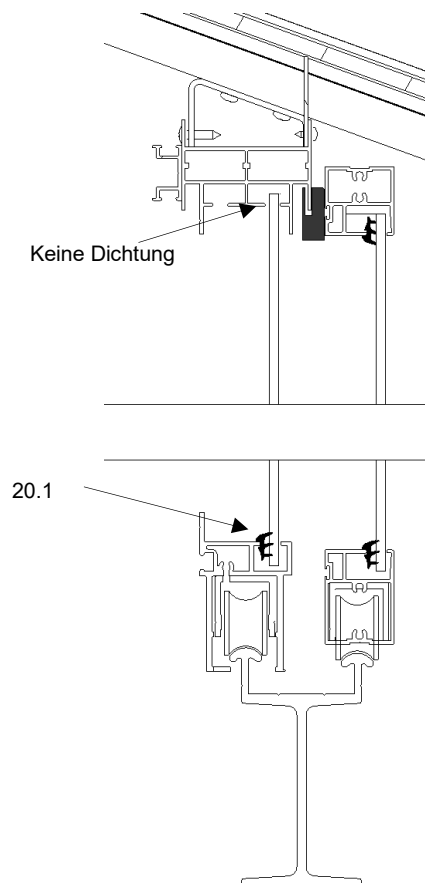

Abb.56
- montieren der seitlichen Keildichtungen (Pos. 20.1) (Abb.56)